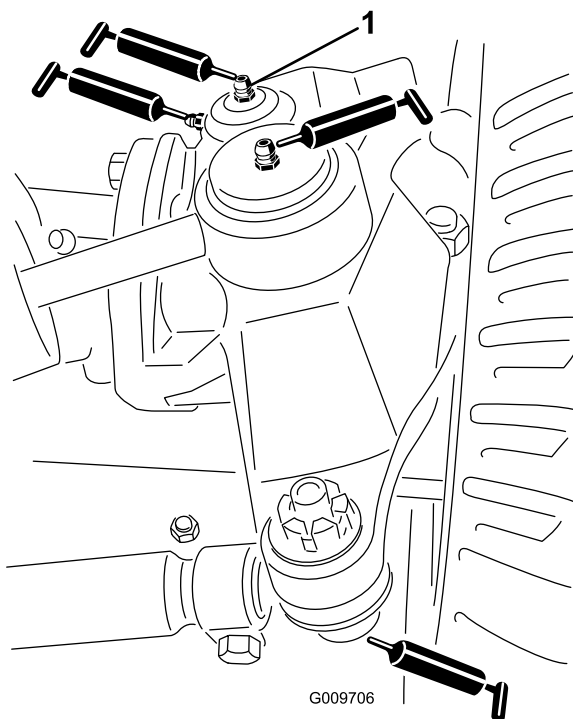

Figura 77
- Articulaciones esféricas de cilindro de dirección (2) tal y como se muestra en la Figura 77
- Articulaciones esféricas de biela (2) tal y como se muestra en la Figura 77
- Casquillos de pivote de dirección (2) tal y como se muestra en la Figura 77